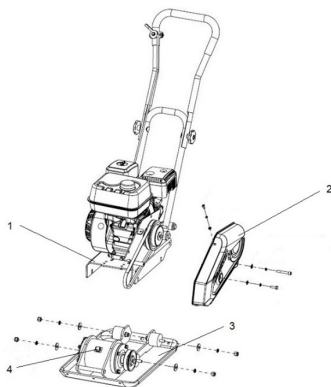

Рис. 26. Снятие рамы с двигателя
В вибратор заливается моторное масло SAE30. Полный объем масла в вибраторе составляет: PC5335F – 50 мл, PC8342FT – 120 мл, PC9350FT – 120 мл. Для поддержания вибратора в рабочем состоянии необходимо менять масло в вибраторе строго в соответствии с графиком ТО. Первая замена масла в вибраторе должна быть через первые 50 часов работы виброплиты, последующие замены масла в вибраторе через каждые 100 часов работы виброплиты. Отверстие 4 для слива/заправки масла в вибратор находится в верхней части вибратора (Рис. 26).
1. Открутите болты крепления и снимите кожух 2 защитный ремней (Рис. 26).
3. Снимите ремни и отделите раму 1 с двигателем от рабочей плиты 3 (Рис. 26).
4. Очистите зону вокруг пробки отверстия для слива масла и открутите пробку 4 отверстия для слива/заправки масла (Рис. 26).